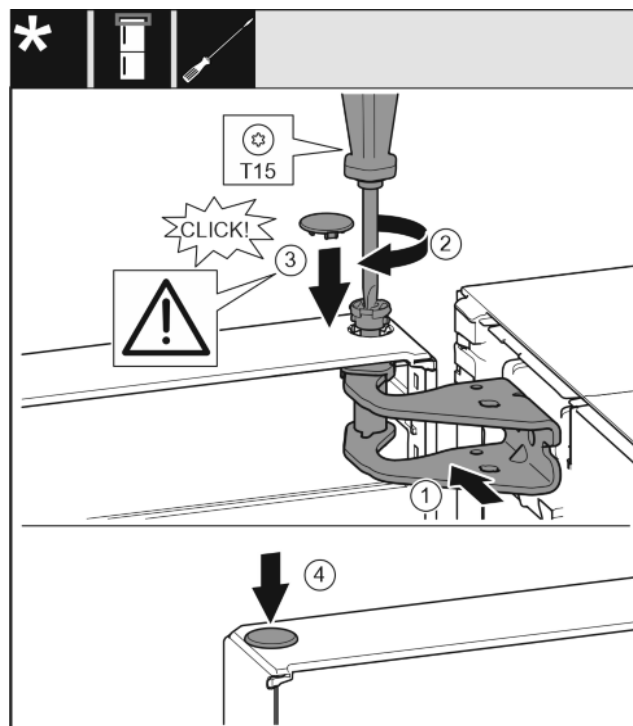

Fig. 17
- ▶ Выровняйте дверь вверх по отверстию в опорном кронштейне. Fig. 17 (1)
- ▶ Вставьте палец и затяните отверткой T15. Fig. 17 (2)
- ▶ Установите предохранительную крышку для защиты двери: Вставьте предохранительную крышку и проверьте, прилегает ли она к двери. В ином случае вставьте палец полностью. Fig. 17 (3)
- ▶ Вставьте заглушку. Fig. 17 (4)